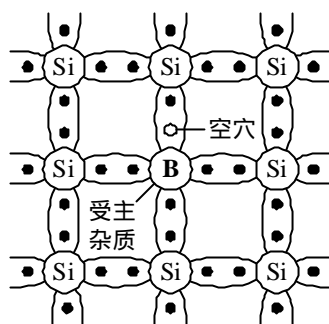

图 1-6 硅晶体中掺入硼元素
(2) **P 型半导体** 若在硅(或锗)的晶体中掺入三价元素硼(B),由于硼原子只有 3 个价电子,因而在组成共价键结构时,因缺少一个价电子而多出一个空穴,如图 1-6 所示。于是半导体中空穴数目大量增加,空穴导电成为这种半导体的主要导电方式,故称它为空穴型半导体或 P 型半导体。由于硼原子是接受电子的,故称为受主杂质。在 P 型半导体中,空穴为多子,自由电子为少子。